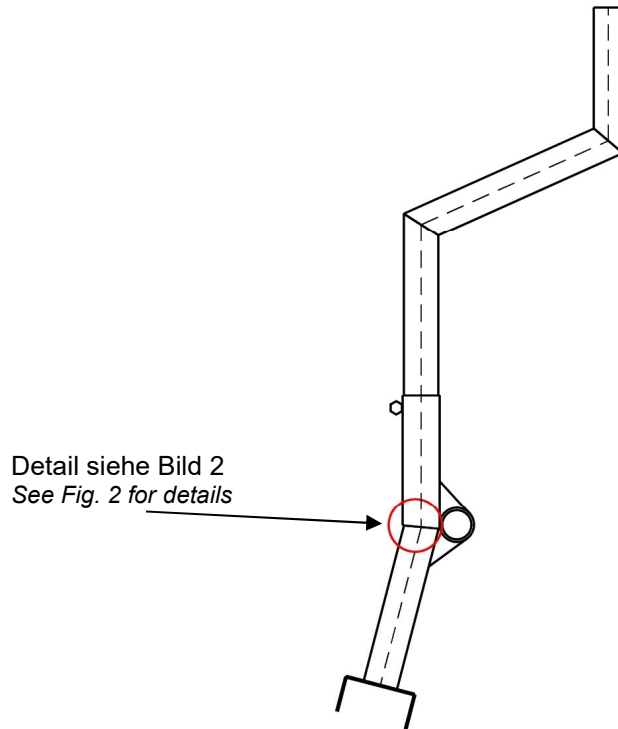

Bild 1 / Fig. 1
- 1.4. Durch das Loch in der eingeschweißten Scheibe (siehe Bild 1 und 2), mit einem Endoskop das Innere der Steuerung auf Korrosion überprüfen (bei einigen Ausführungen ist es notwendig, das Loch in der Scheibe auf 10 mm aufzubohren).
- 1.4. Use an endoscope to check the inside of the stick for corrosion. Pass the endoscope through the hole in the welded-in disc (see Figs. 1 and 2), (With some versions, it may be necessary to drill out the hole in the disc to 10 mm).